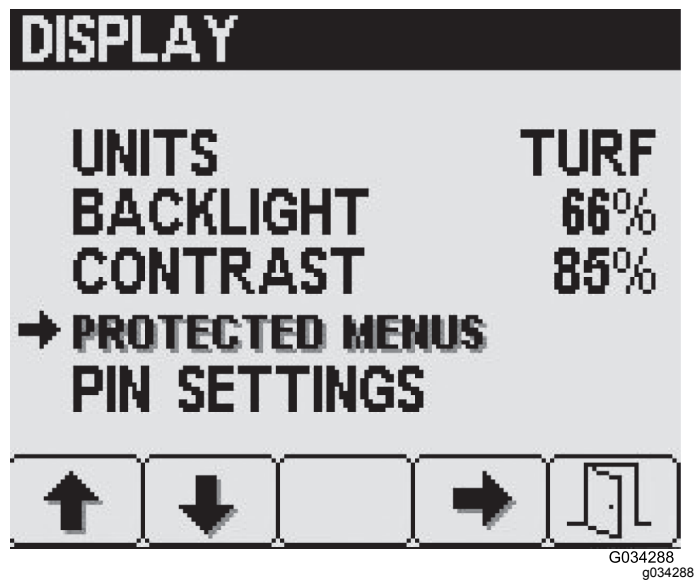

Figure 22
1. Appuyez sur le bouton 2 de l'écran de réglage Affichage jusqu'à ce que l'option Menus protégés soit atteinte, et appuyez sur le bouton 4 pour la sélectionner (Figure 22).